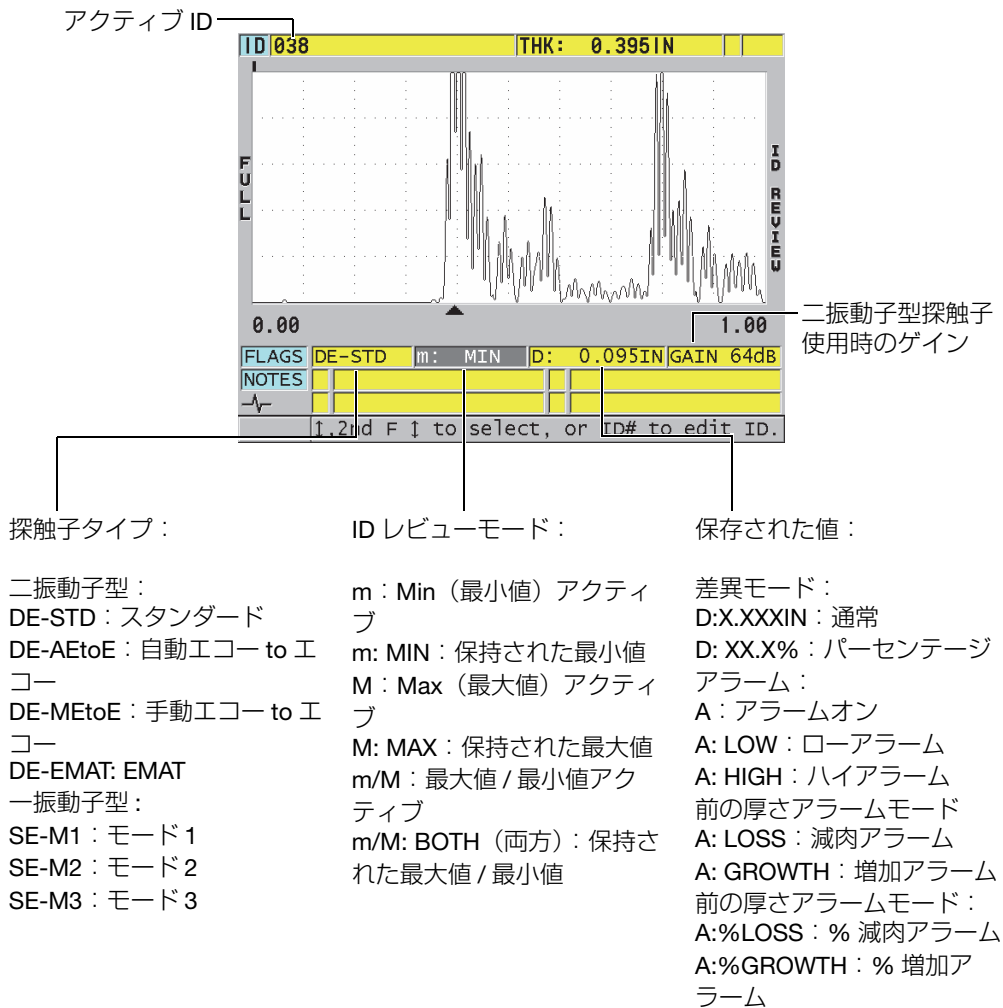

図 11-27 ID レビュー画面の確認
210 ページの図 11-27 に、ID レビュー画面の例を示し、その内容について説明します。波形の下の領域は、表示された保存厚さ値について記述するステータスフラグのために予約されています。フラグは、送信コマンドを使用して厚さ計から送信されるステータスワードと同じ 1 文字の省略形です (255 ページの 14 参照)。
3. ID レビュー画面で、以下の操作を行います (210 ページの図 11-27 参照)。